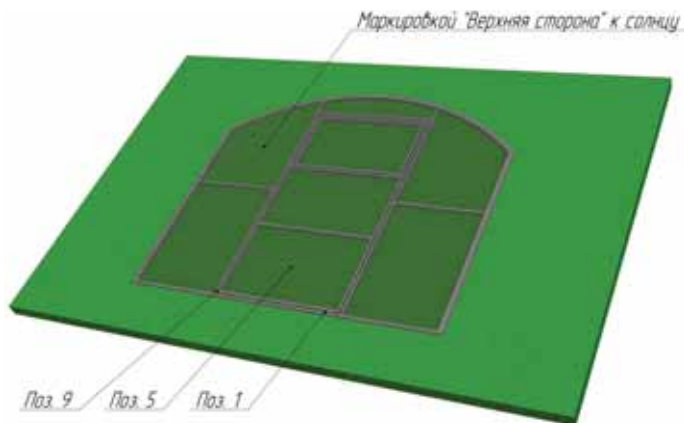

Рис. 2. Монтаж поликарбоната
2. Положить торцы с форточками и дверьми (**Поз.1**) на ровную поверхность так, чтобы форточки и двери открывались вверх (рис.2). Снять прозрачную защитную пленку с внешней и внутренней стороны листа поликарбоната (**Поз.5**), расположить листы маркировкой «Верхняя сторона» к солнцу и прикрутить его саморезами (**Поз.9**) к **Поз.1** (для облегчения монтажа можно предварительно просверлить отверстия в металле сверлом 3 мм, либо прокрутить торец саморезами без поликарбоната). Строительным ножом отрезать лишнюю часть поликарбоната по внешнему контуру.